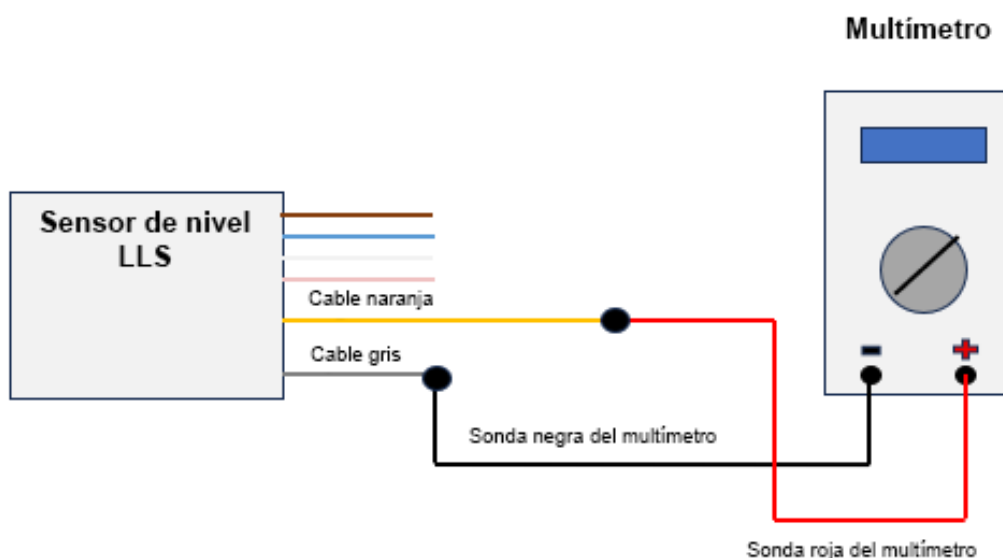

Fig. 10 Diagrama de conexión
2. Monte el circuito de conexión de acuerdo con la «Fig. 10 Diagrama de conexión».